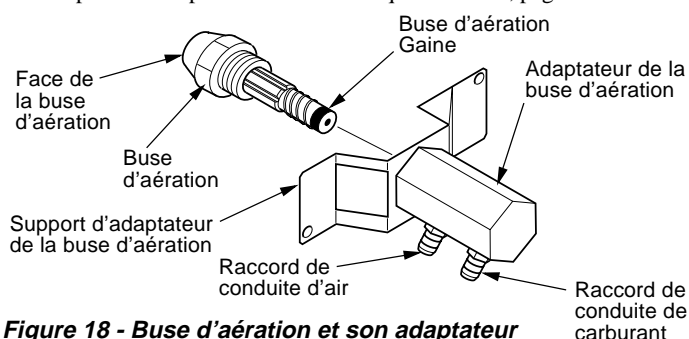

Figure 18 - Buse d'aération et son adaptateur
- Retirez délicatement la buse d'aération de son adaptateur à l'aide d'une clef à écrou de 5/8" (voir Figure 18).